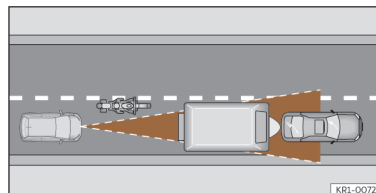

Fig. 114 Motociclo que circula à frente, fora do raio de alcance do sensor de radar.
- Veículos que circulem desalinhados ou fora da zona de deteção do sensor, por exemplo, motociclos >>> **Fig. 114.**